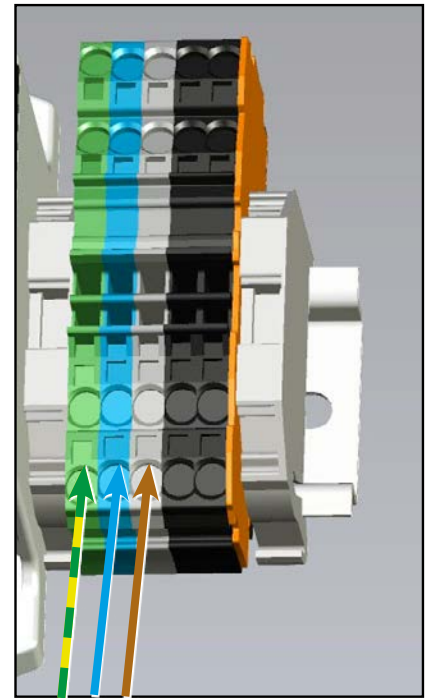

Abb. 44: Anschluss Steuerspannung
- Für Anschluss an Klemmen Abb. 44 beachten.
- >** Steuerspannung (AC) erfolgreich angeschlossen.